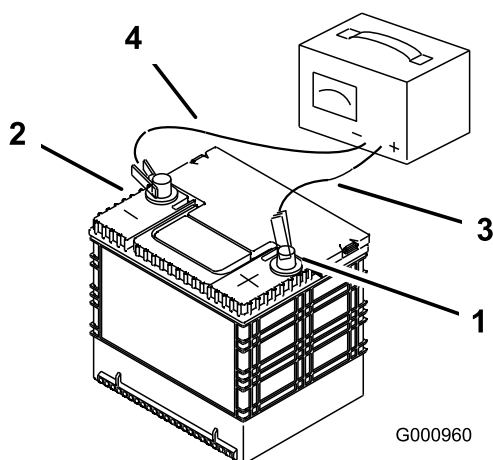

Figura 50
2. Quando le batterie sono completamente cariche, staccate il caricabatterie dalla presa elettrica e scollegate i cavi di ricarica dai poli delle batterie (Figura 50).